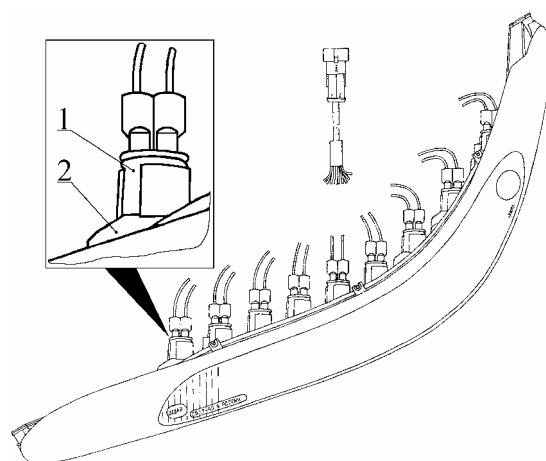

Рис. 29. Замена ламп (дет. WY5W) переднего указателя поворота:
8.8.2. Снять патрон 1 (рис.29) с лампой, неисправность которой выявлена при проверке, из корпуса 2 переднего указателя поворота.